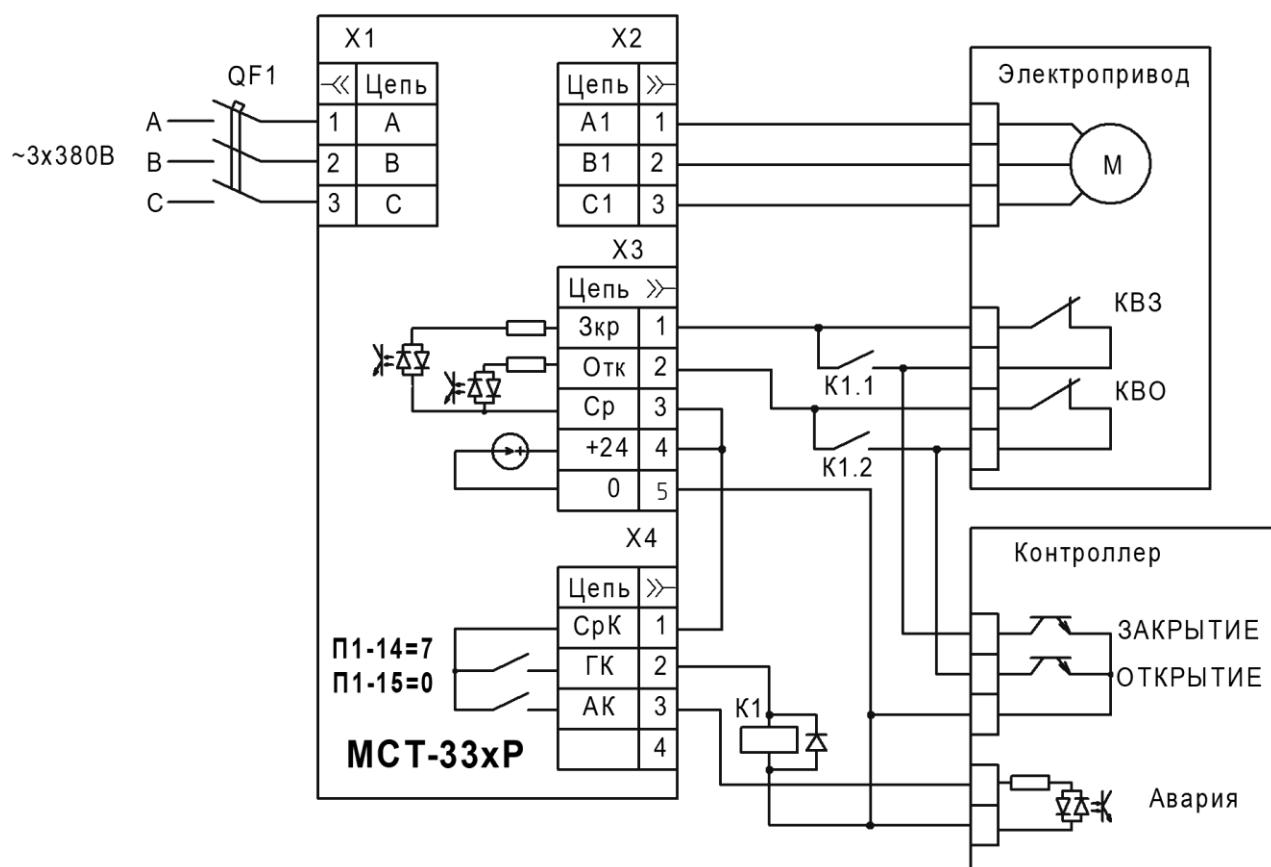

Рисунок 13 - Пример схемы подключения с функцией дожима задвижки
1.17.1 Настройка тока **П2-05, П2-06**, также используется для сигнала «реле токового дожима», который включается при работе ЭД на закрытие и открытие и отключается при превышении полного или активного тока уставок **П2-05, П2-06**. Сигнал должен быть назначен на реле «ГК» или «АК» (**П1-14, П1-15, значение [7]**). Данный сигнал через контакты промежуточного реле может быть включен параллельно концевому выключателю закрытия либо обоим концевым выключателям (пример на рис. 13). При дожиме только по закрытию контакт **K1.2** не подключается.
1.17.2 Описание функции дожима по схеме на рис. 13: